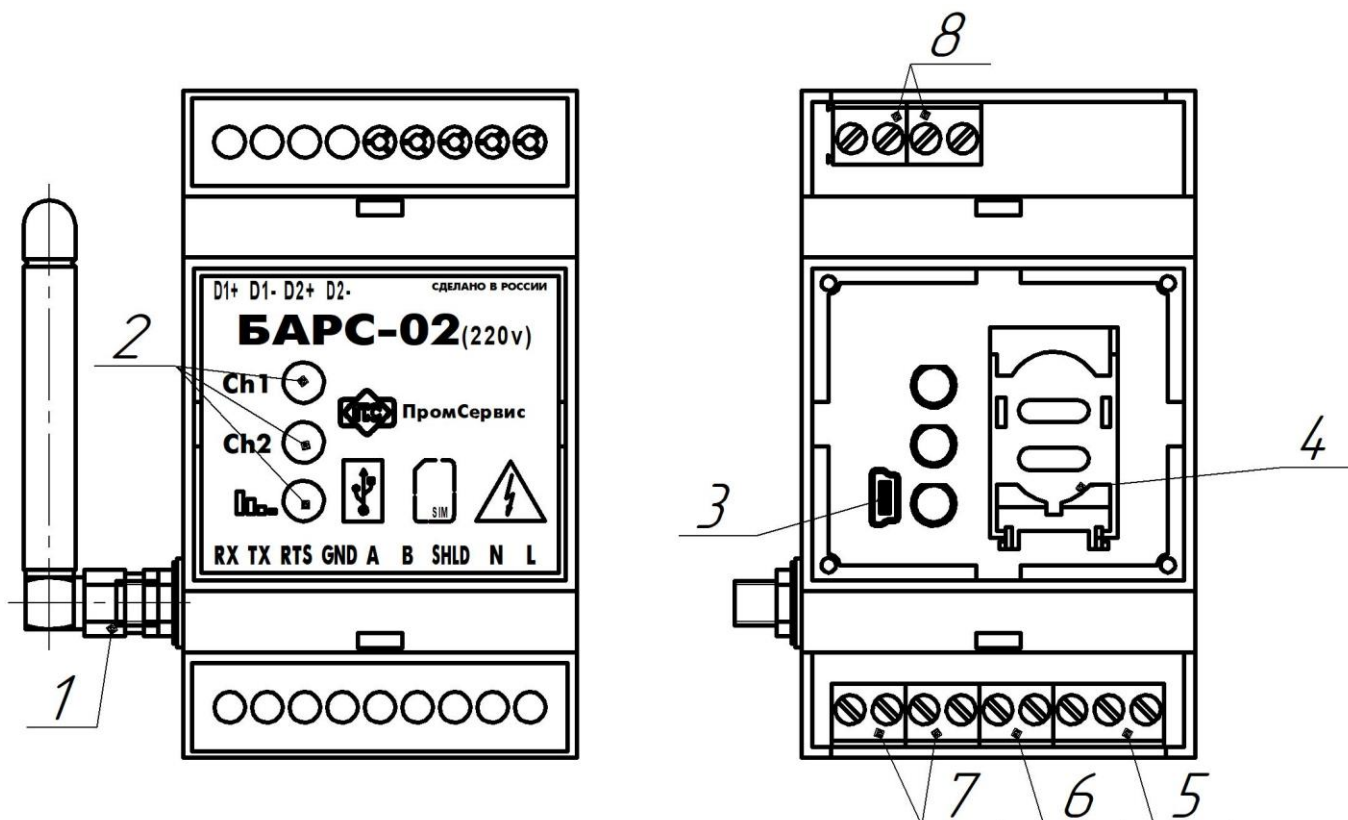
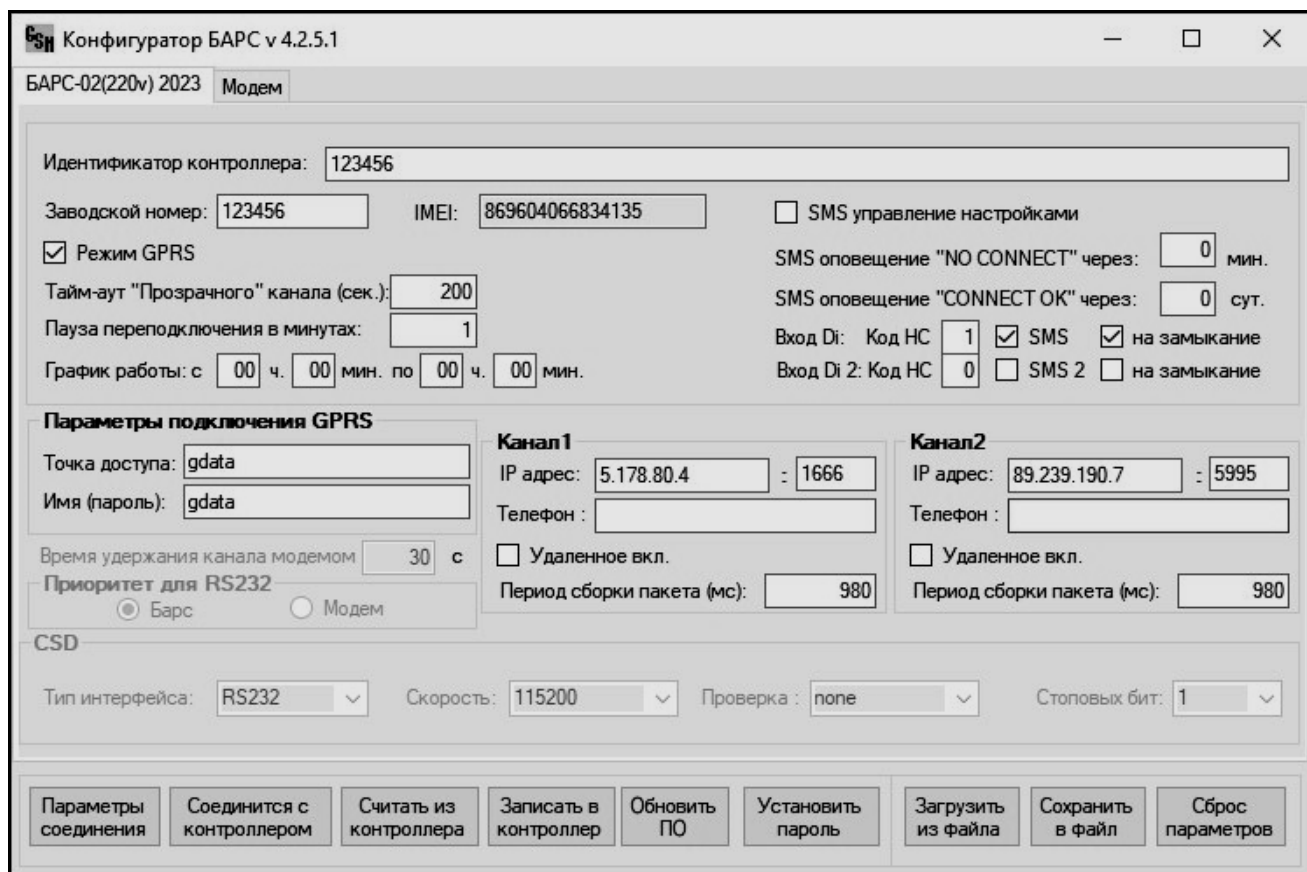

Рисунок 1 – Внешний вид BARC-02-P-1-П
Рисунок 4 – Основное окно программы настройки БАРС
Светодиодные индикаторы «**Ch1**», «**Ch2**», расположенные на лицевой крышке блока (Рисунок 1) индицируют наличие соединения с серверами сбора данных по каждому каналу. При попытках подключения к требуемому серверу сбора данных кратковременно (~ 1с.) включается соответствующий индикатор. При наличии устойчивого соединения в режиме GPRS, соответствующий номеру канала светодиодный индикатор горит непрерывно. При опросе сервером сбора данных, индикатор, соответствующего канала начинает мерцать.
- Подключить ПК через кабель USB/miniUSB (далее USB-кабель) к разъему miniUSB тип B (Рисунок 1 поз.3).
5.7 После подачи блоком светового сигнала индикатором «» на лицевой панели (Рисунок 1), не позднее 15 с нажать кнопку “ОК”. При сообщении об успешном соединении нажать кнопку “Считать из контроллера”, при этом текущие настройки отобразятся в соответствующих полях (рисунок 4). **Подключение к блоку через разъем miniUSB возможно в любой момент времени работы блока.**
6.3 Установить SIM-карту в держатель (поз. 4) (Рисунок 1) с активированной услугой передачи данных по GPRS-каналу (для работы по запросу, дополнительно необходима услуга голосового вызова и(или) SMS), и отключённой функцией проверки PIN-кода.